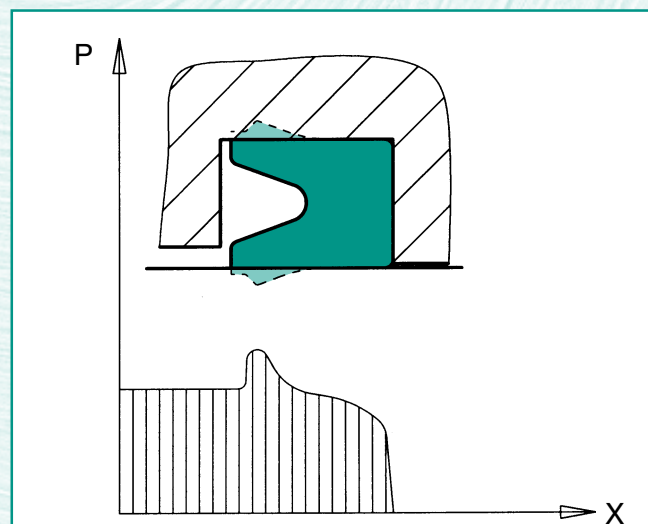

Bild 11
In Gleichung (1) ist zu erkennen, dass eine gute Dichtwirkung erreicht wird, wenn der Druckgradient dp/dx groß ist, d. h. der Anstieg des Anpreßdruckes steil. Die Steilheit stellt ein Maß für die Abstreifwirkung beim Ausfahren der Stange dar. Beim Rückhub ist ein kleiner Gradient besser, da hier eine gute Rückförderfähigkeit gewünscht wird. (siehe Bild 11)